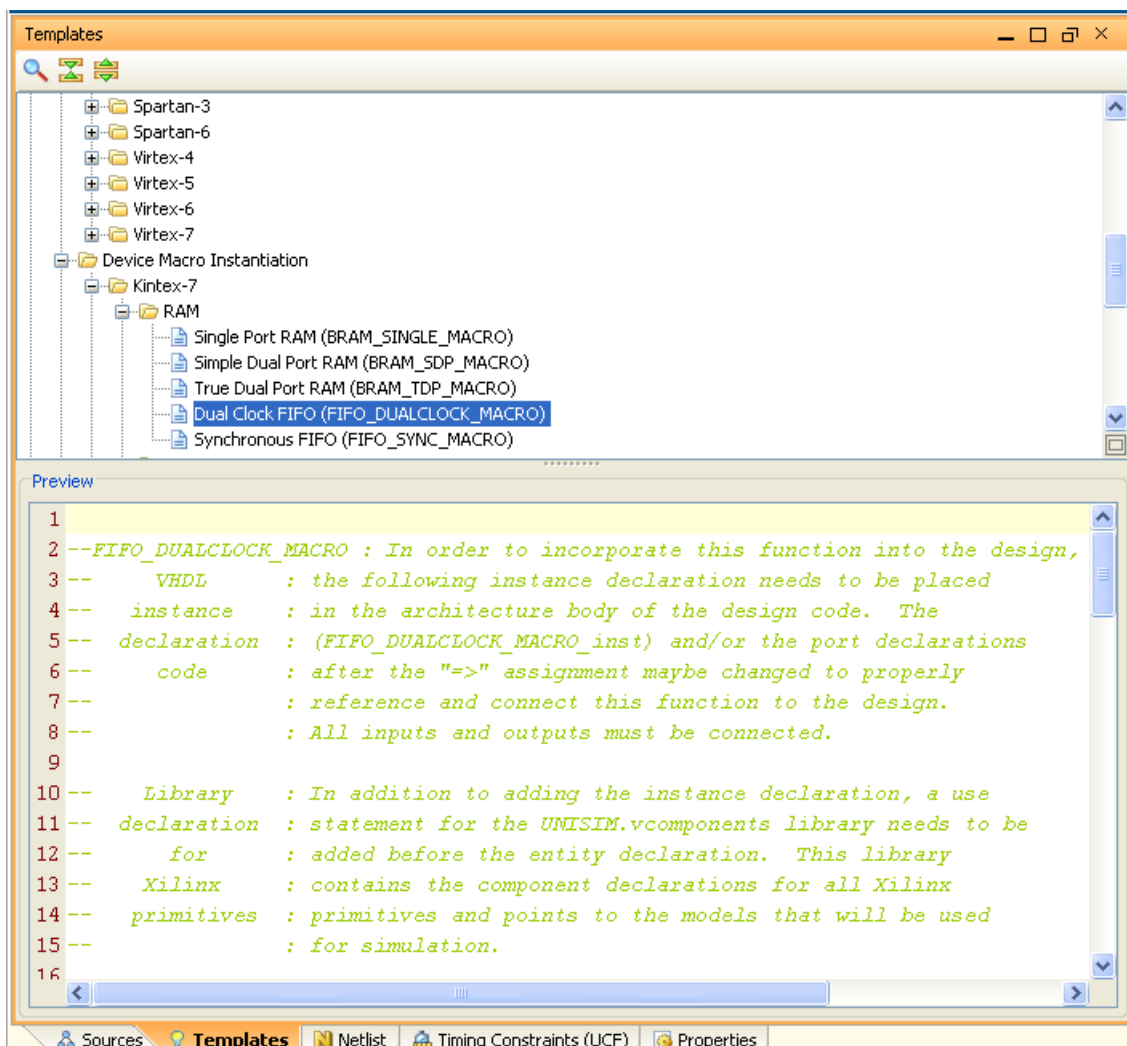

図 4-68： 言語テンプレート
PlanAhead では、標準的な Verilog および VHDL 言語テンプレートと UCF 制約テンプレートが提供されており、ロジック構文やデザイン制約の定義に使用できます。選択したテンプレートは、テキスト エディターで開いているファイルにインスタシエートできます。図 4-68 に、[Templates] ビューにテンプレートを開いた状態の例を示します。
2. [Templates] ビューの [VHDL]、[Verilog]、または [UCF] フォルダーからテンプレートを選択します。図 4-68 は、ザイリンクスの提供するテンプレート例を示しています。